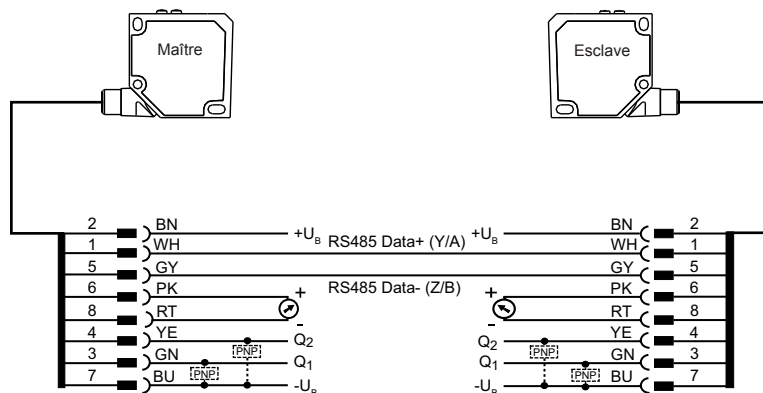

Fig. 21
2. Relier et connecter les deux capteurs selon le schéma (fig. 21).